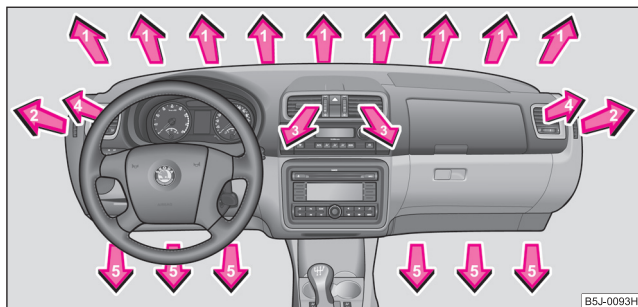

Abb. 106 Luftaustrittsdüsen
- Luftaustrittsdüsen **4** → Seite 87, Abb. 106 öffnen und zur Seitenscheibe richten.
- Luftaustrittsdüsen **3** und **4** → Seite 87, Abb. 106 öffnen.